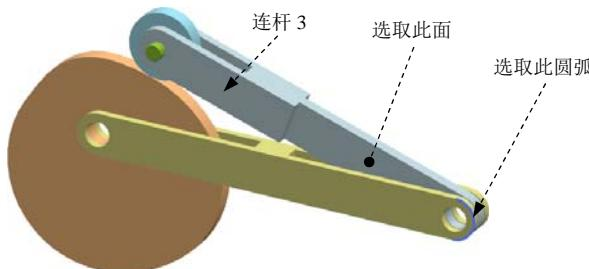

图 6.5.3 定义连杆 3 中的旋转副
Step10. 定义连杆 3 中的旋转副。选择下拉菜单 **插入(S)** → **运动副(I)...** 命令，系统弹出“运动副”对话框；在“运动副”对话框 **定义** 选项卡的 **类型** 下拉列表中选择 **旋转副** 选项；选取图 6.5.3 所示的连杆 3 为参考连杆；在“运动副”对话框 **操作** 区域的 **指定原点** 下拉列表中选取“圆弧中心”**○** 选项，在模型中选取图 6.5.3 所示的圆弧边线为原点参考；在 **操作** 区域的 **方位类型** 下拉列表中选择 **矢量** 选项，在模型中选取图 6.5.3 所示的面为矢量参考；单击 **确定** 按钮，完成旋转副的创建。